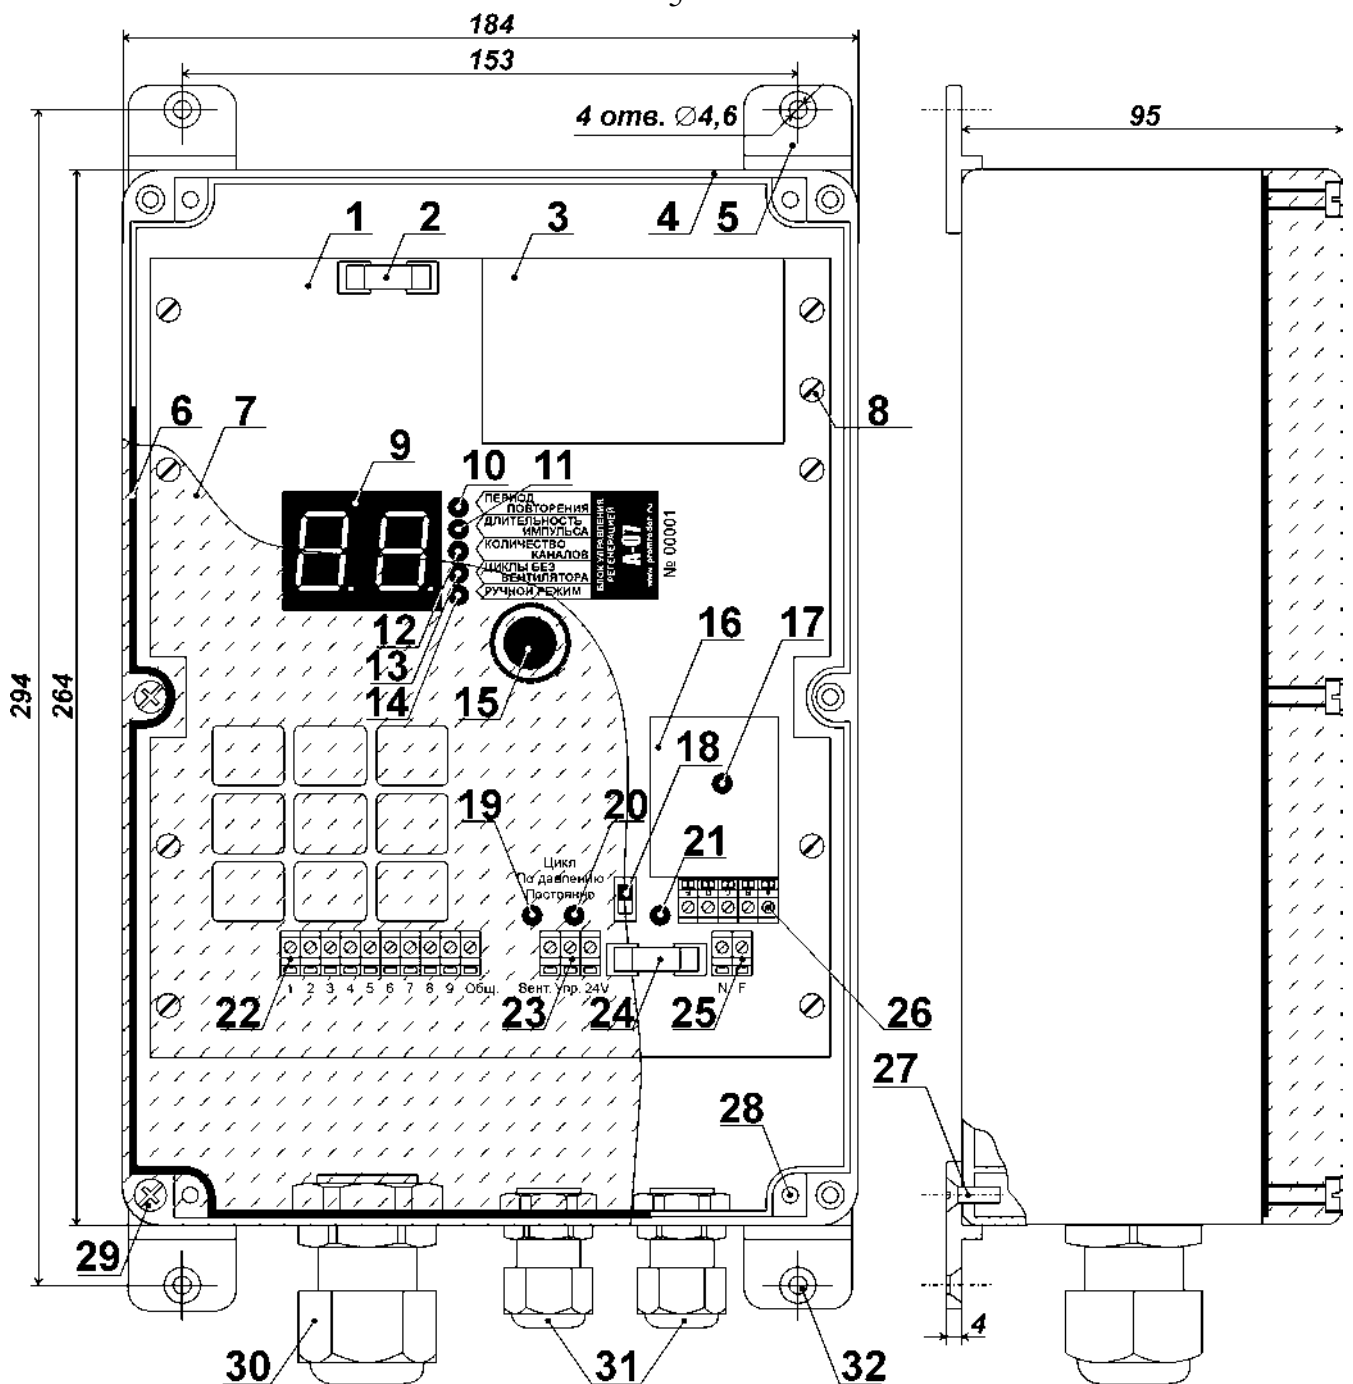
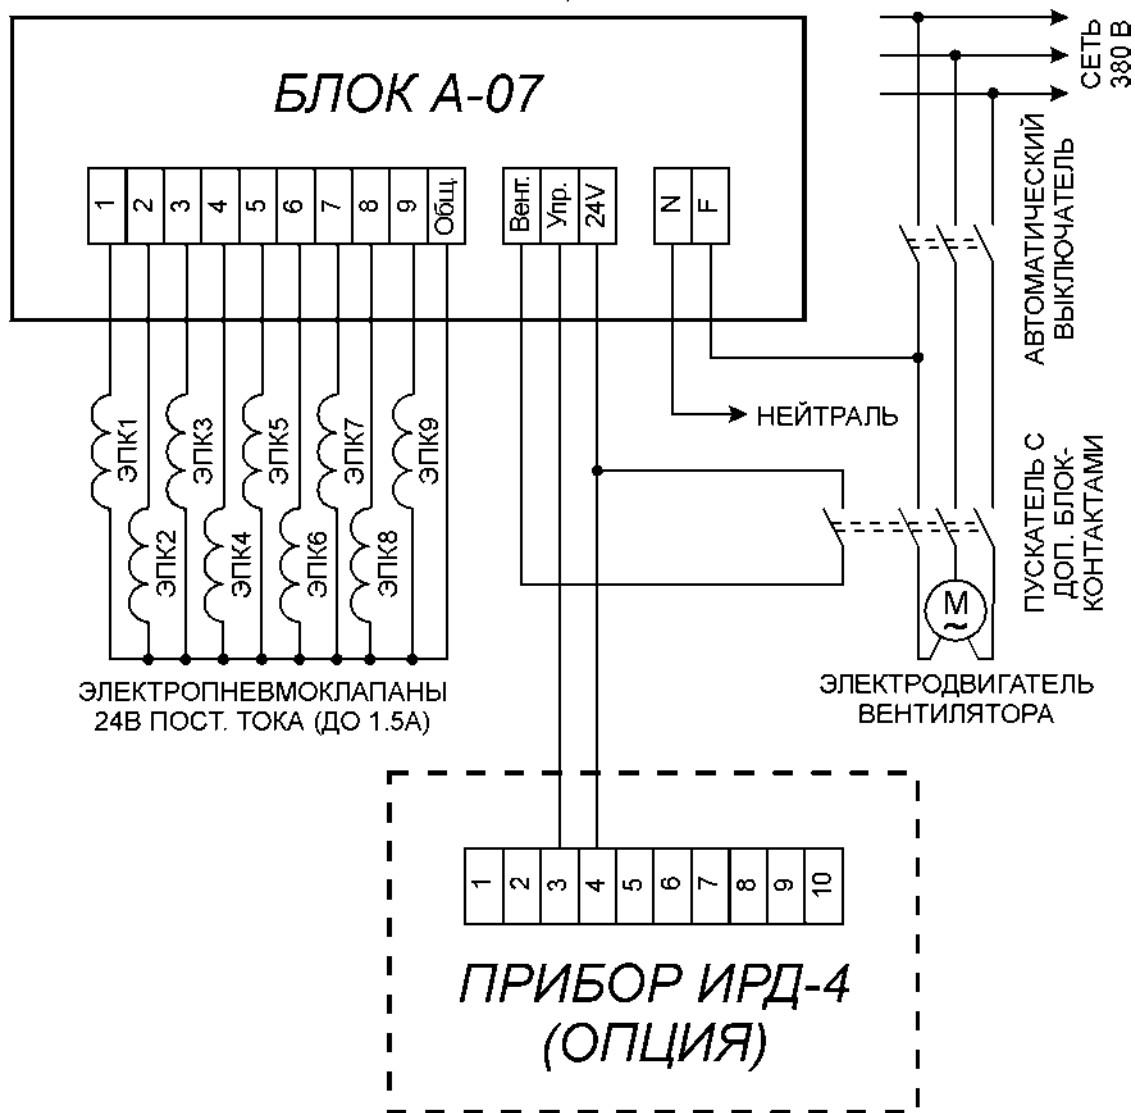

Рис. 1. Конструкция блока А-07.
Рис. 2. Схема подключение блока А-07.
Конструкция блока показана на рис. 1. Электрическая схема блока собрана на печатной плате [поз. 1], которая саморезами [поз. 8] закреплена в корпусе [поз. 4].
Четыре крепёжные пластины [поз. 5 на рис. 1] устанавливаются снаружи и притягиваются к корпусу блока специальными винтами [поз. 27 на рис. 1]. Винты вворачиваются в отверстия [поз. 28 на рис. 1] на пластиковом дне корпуса с помощью отвёртки. Момент затяжки винтов должен обеспечивать надёжную фиксацию крепёжных пластин и не допускать их разрушения.
6.2. Блок устанавливается на стену (колонну) и должен быть надёжно закреплён. Монтаж блока ведётся с помощью винтов М4 или саморезов диаметром до 4,5 мм, вставляемых в четыре крепёжные отверстия [поз. 32 на рис. 1].
6.4. Схема подключения блока приведена на рис. 2. Управляющие провода ЭПК подключаются клеммам «1» - «9» (при количестве каналов – 9) клеммного ряда [поз. 22 на рис. 1]. Если число рукавов или картриджей воздушного фильтра меньше 9, то для подключения ЭПК необходимо использовать соответствующее количество клемм блока, начиная с клеммы «1».
6.5. Общий провод ЭПК подключается к клемме «Общ.» клеммного ряда [поз. 22 на рис. 1].
6.6. Клеммы «Вент.» и «24В» клеммного ряда [поз. 23 на рис. 1] подключаются к вспомогательным блок-контактам пусковой аппаратуры вентилятора. При работающем вентиляторе эти блок-контакты должны замыкаться между собой.
6.7. При наличии внешнего прибора ИРД-4, контролирующего уровень запылённости фильтра, клемма «24В» клеммного ряда [поз. 23 на рис. 1] должна также подключаться к клемме № 4 прибора ИРД-4, а клемма «Упр.» – к его клемме № 3.
7.1. После подачи сетевого напряжения блок ожидает включения вентилятора, отображая «0» на цифровом табло [поз. 9 на рис. 1].
7.2. После включения вентилятора, если переключатель «Режим» [поз. 18 на рис. 1] находится в положении «По давлению», ожидание продолжается до получения от прибора ИРД-4 разрешения на начало регенерации. После его получения, а также при другом положении переключателя «Режим» включается светодиод [поз. 20 на рис. 1] и блок начинает формирование управляющих импульсов со следующими (заводскими) установками:
В процессе работы, когда индикаторы [поз. 10 - 14 на рис. 1] не горят, на цифровом табло [поз. 9 на рис. 1] отображается номер канала (выходной клеммы блока), в который будет выдан очередной импульс управления ЭПК.
7.3. Для изменения установленных параметров следует нажать на энкодер [поз. 15 на рис. 1]. При каждом нажатии последовательно включается один из светодиодов [поз. 10 - 14 на рис. 1], указывая на то, какой из параметров может быть изменён. Текущее значение параметра отображается на цифровом табло [поз. 9 на рис. 1]. Увеличение введённого значения осуществляется поворотом энкодера по часовой стрелке, а уменьшение - против. Ввод в память блока изменённых параметров происходит при очередном нажатии на энкодер, либо при отсутствии каких-либо воздействий на него в течение 5 секунд (кроме работы в «Ручном режиме»).
7.4. При первом нажатии на энкодер загорается индикатор «Период повторения» [поз. 10 на рис. 1] и цифровое табло отображает текущий период повторения управляющих импульсов (в секундах). При вращении энкодера значение на табло меняется от 2 до 99 сек. с шагом в 1 сек.
При следующем нажатии на энкодер загорается индикатор «Длительность импульса» [поз. 11 на рис. 1] и табло показывает текущую продолжительность управляющих импульсов (в сотых долях секунды). При вращении энкодера значение на табло меняется от 3 до 99 с шагом 1, что соответствует длительности импульса от 0,03 до 0,99 сек. с шагом в 0,01 сек.
При очередном нажатии на энкодер загорается индикатор «Количество каналов» [поз. 12 на рис. 1] и на табло выводится число управляемых ЭПК. При вращении энкодера значение меняется от 1 до 9 с шагом 1. На тех клеммах блока, номера которых больше установленного значения, управляющие импульсы формироваться не будут. Введённые изменения вступают в силу только после завершения текущего цикла регенерации.
После ввода количества каналов нажатие на энкодер включает индикатор «Циклы без вентилятора» [поз. 13 на рис. 1]. При вращении энкодера значение на табло меняется от 1 до 9 с шагом 1. После получения сигнала об остановке вентилятора блок закончит текущий цикл, а затем выдаст управляющие импульсы на каждый подключённый ЭПК заданное количество раз.
Следующее нажатие на энкодер включает светодиод «Ручной режим» [поз. 14 на рис. 1]. В этом режиме управляющие импульсы выдаются только на один ЭПК, номер которого выводится на цифровое табло. Этот режим работы предусмотрен для диагностики неисправностей в катушках ЭПК. Выход из режима производится нажатием на энкодер.
| При срабатывании светодиода [поз. 17 на рис. 1] светодиод [поз. 21 на рис. 1] не загорается. |                                                                                  |                                                                                                             |
| Перегорает предохранитель [поз. 24 на рис. 1]                                                |                                                                                  |                                                                                                             |